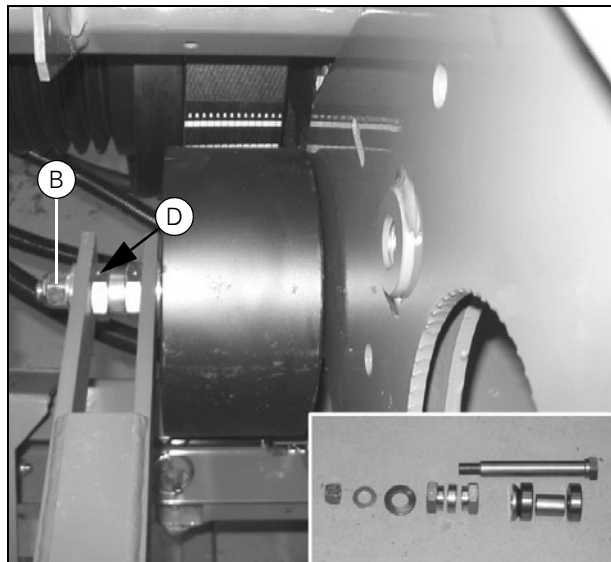

Рисунок 37
3. Снимите центральный болт (В) натяжного шкива. Для замены подшипников снимите стопорные кольца и выпрессуйте подшипники. Порядок установки различных деталей показан на (Рис. 37). Убедитесь, что метки на двух эксцентриках (D) совпадают.